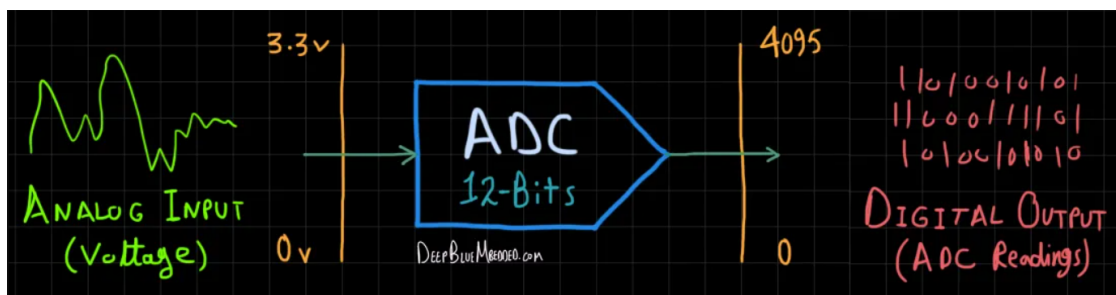

Figura 2 - Funcionamento do periférico ADC.
Quanto à demonstração do periférico ADC como se pode ver na Figura 2, o ADC recebe uma entrada analógica (voltagem) varia entre 0 e 3.3 volts. O ADC converte essa entrada em números de 0 a 4095 formando um output digital binário de 12 bits.
- Networking: A Antena Wi-Fi e o dual-core do módulo permitem a ligação de dispositivos incorporados a routers e a transmissão de dados, como se pode observar na Figura 2.